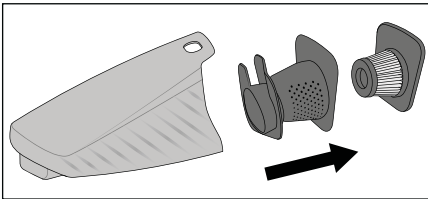

Abb. 4
- 3) Ziehen Sie zunächst den HEPA-Filter **5** und dann den Grobfilter **6** aus dem Schmutzbehälter **7** heraus (Abb. 4). Klopfen Sie beide Teile über einem Mülleimer o. Ä. aus. Bei Bedarf können Sie den HEPA-Filter **5** mit klarem Wasser abspülen. Lassen Sie ihn anschließend an der Luft vollständig trocknen.